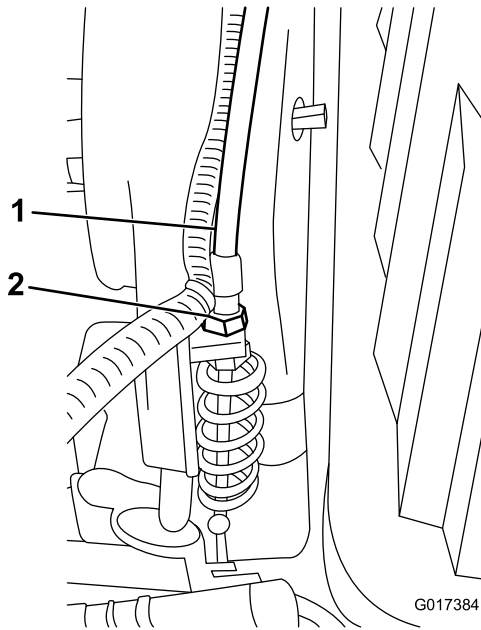

Figura 51
3. En el soporte de pasamuros de la transmisión, ajuste el cable de control del molinete (Figura 51), para obtener una longitud de 70,6 mm – 72,4 mm.